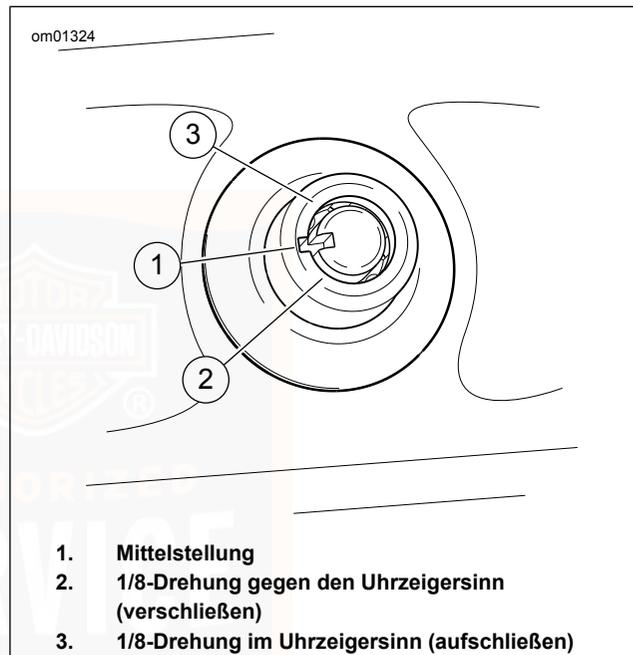

Abbildung 58. Aufbewahrungskofferschloss: FLHTCUTG
1. Siehe Abbildung 58. Um den Kofferraum aufzuschließen, Schlüssel in das Zylinderschloss stecken und im Uhrzeigersinn eine Achteldrehung drehen. Schlüssel zurück in mittlere Position bringen und herausziehen.